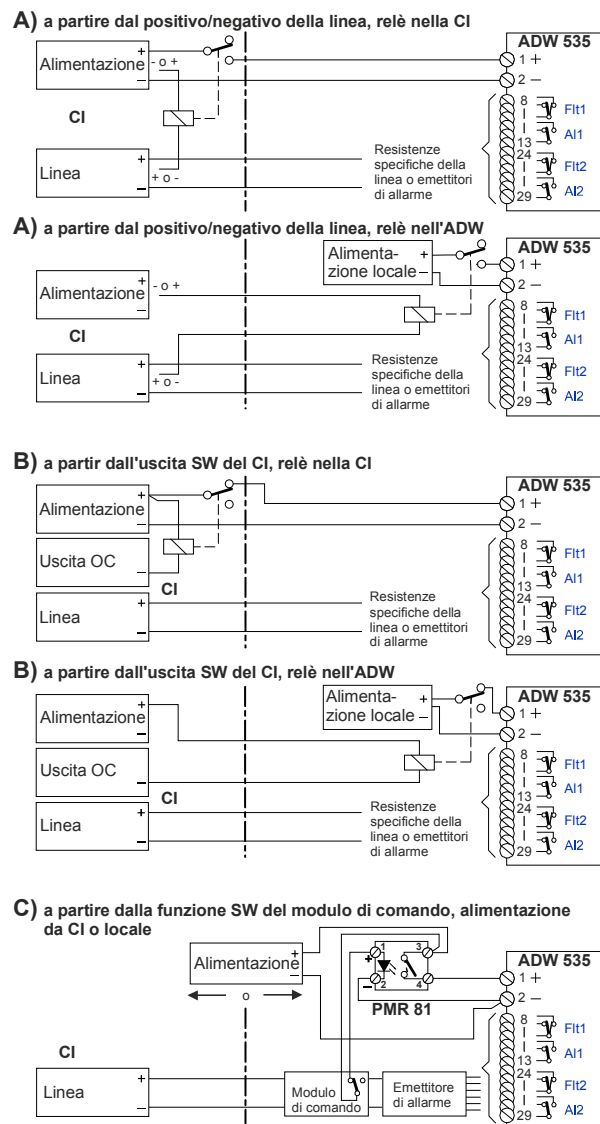

Fig. 24 Controllo attraverso l'alimentazione tramite relè
Il pilotaggio del relè ausiliario può essere effettuato nei modi seguenti (ved. Fig. 24):
- Gli elementi di protezione CEM all'ingresso dell'elettronica dell'ADW provocano un breve picco di corrente (5 A / 1 ms) quando si inserisce la tensione di alimentazione. Se si impiega un relè ausiliario i cui contatti sopportano una corrente massima di 1 A, il picco di corrente può far sì che i contatti si saldino insieme. Di conseguenza, **come regola generale** bisogna utilizzare relè ausiliari i cui contatti sopportano **più di 1 A** a ad es. il relè a stato solido PMR 81 (ved. Fig. 24 C)).